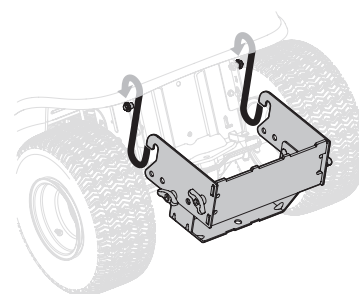

Figure 6
1. Placez les extrémités courbées du support sur les boulons à épaulement des supports de montage LT-5 installés à l'arrière de l'appareil comme indiqué à la Figure 6 et alignez le trou central du support d'attelage avec le trou de l'attelage de l'appareil.